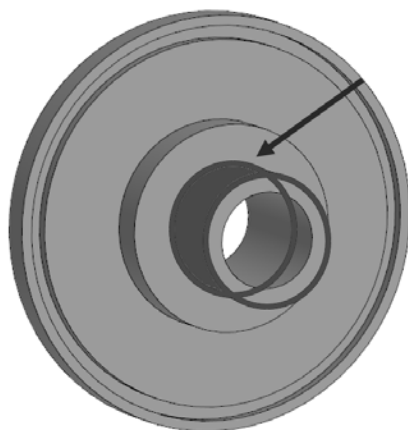

Рисунок 2.2.8 — Выбор объекта для построения условного обозначения резьбы
- Укажите мышью в **Графической области** цилиндрическую грань (рисунок 2.2.8);